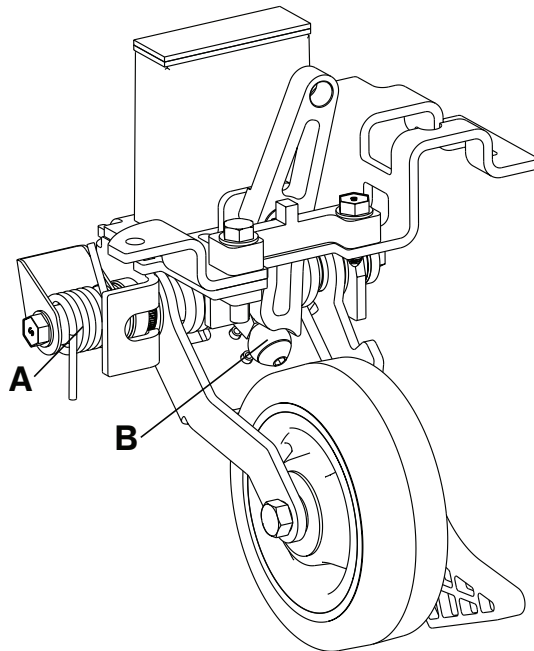

图 31 – 伸缩式第 5 脚轮润滑
3. 将 MPG-3 润滑油涂到弹簧 (A) 和辊 (B) 上 (图 31)。